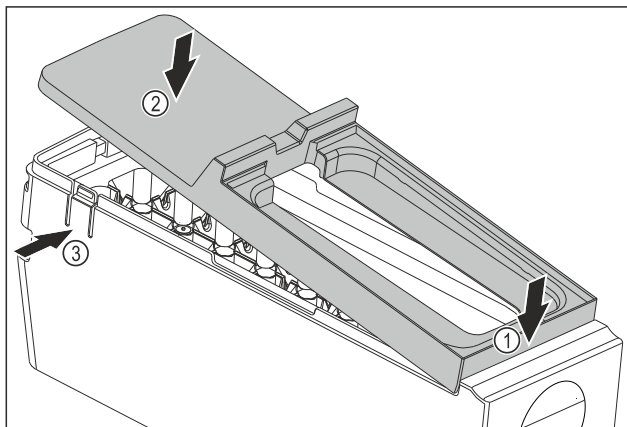

Fig. 71
- ▶ 安装 EasyTwist-Ice 机身的盖板：放置盖板前部。 Fig. 71 (1)
- ▶ 降下盖板后部。 Fig. 71 (2)
- ▷ 盖板卡入到两个接片 Fig. 71 (3) 中，可以听见声音。